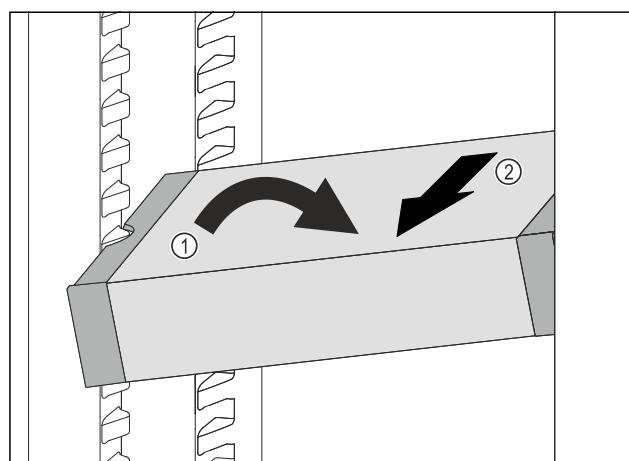

Fig. 143
- Predal VarioSafe postavite v hladilniku postrani. Fig. 143 (1)
- Predal VarioSafe izvlecite v smeri naprej. Fig. 143 (2)